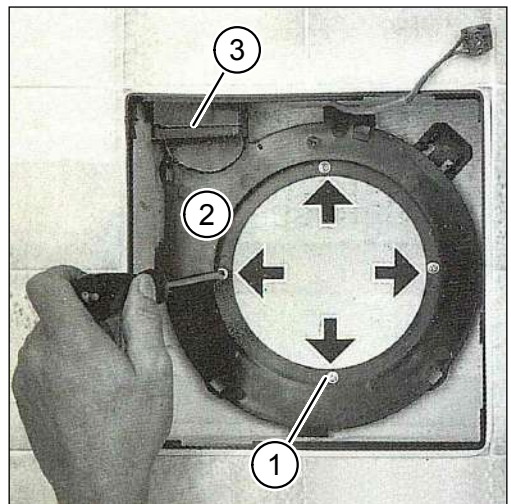

Abb. 32: Spiralunterteil mit Adapter ausbauen
- ▶ Lösen Sie die 4 Schrauben (Pos. 1 in Abb. 32) am Spiralunterteil (Pos. 2 in Abb. 32).
- ▶ Heben Sie das Spiralunterteil mit Adapter (Pos. 3 in Abb. 32) ab.